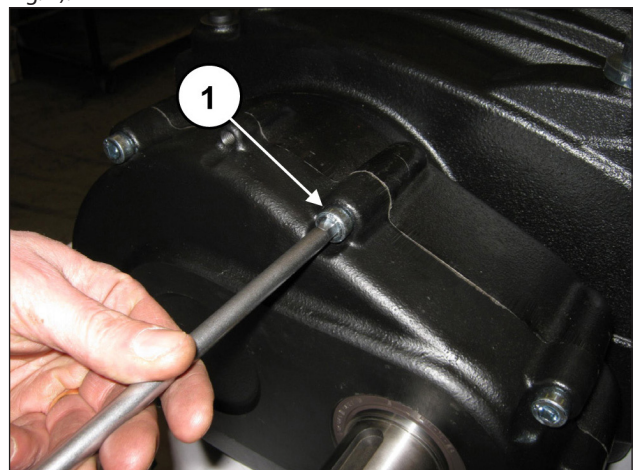

Fig. 4
Desaperte os parafusos de fixação da tampa do redutor (pos. ①, Fig. 4).